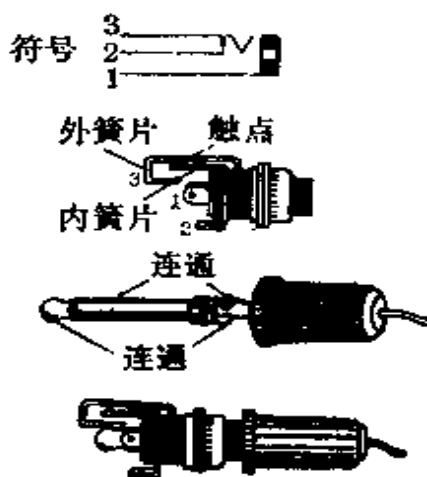

图 4-8
2. 耳机插口和插塞 (CZ) 微型耳机插口和插塞 (也叫插头) 的形状和符号如图 4-8。插塞未插入时内外簧片 (也叫动定簧片) 在接触点是接通的, 插塞插入后接点自动断开。